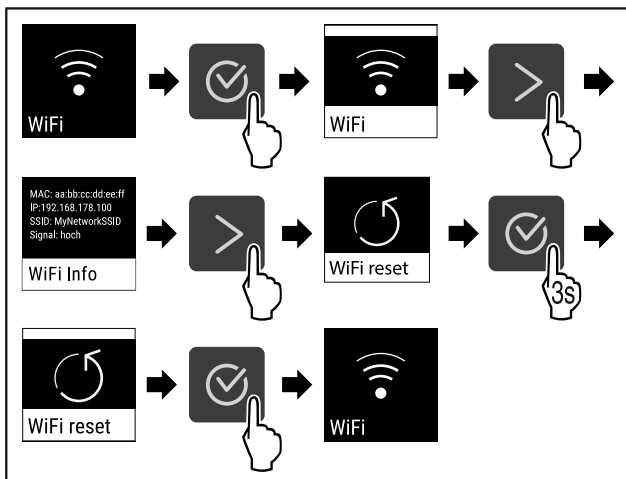

Fig. 87
- ▶ Suivre les étapes (voir Fig. 87) .